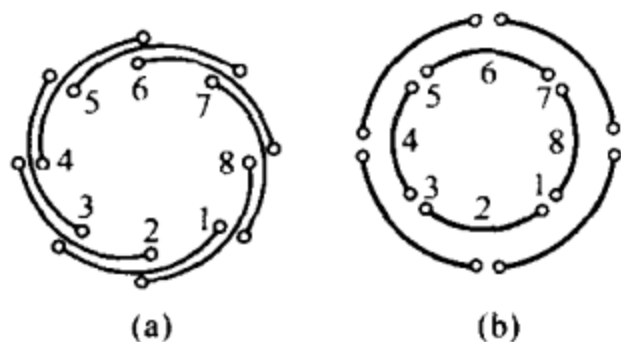

图 2-65 线圈相叠的
2) 重绕绕组修理：对于短路部位比较隐蔽、短路的导线不易分离原位及不易隔开，或短路面积较大较多的绕组，只好采用重绕绕组的修理方法。重绕绕组时，如原绕组是双层叠式吊把嵌线的，即其线圈相叠的端部形状如图 2-65 (a) 所示。这种形式的绕组有其优点，但是缺点是接头多、工作量大，因接头多又
可能造成故障率高，特别是化学涂漆的接头，使用一段时间后更是如此，直接影响风扇的质量和寿命。所以在修理时，把双层叠式绕组吊把嵌线法改为双层二平面法绕组不吊把嵌线，即主绕组为一个平面，副绕组为另一个平面，其端部相叠形状如图 2-65 (b) 所示。嵌线时必须使两线圈间的跨线（过桥线）符合尾接尾或头接头的要求。